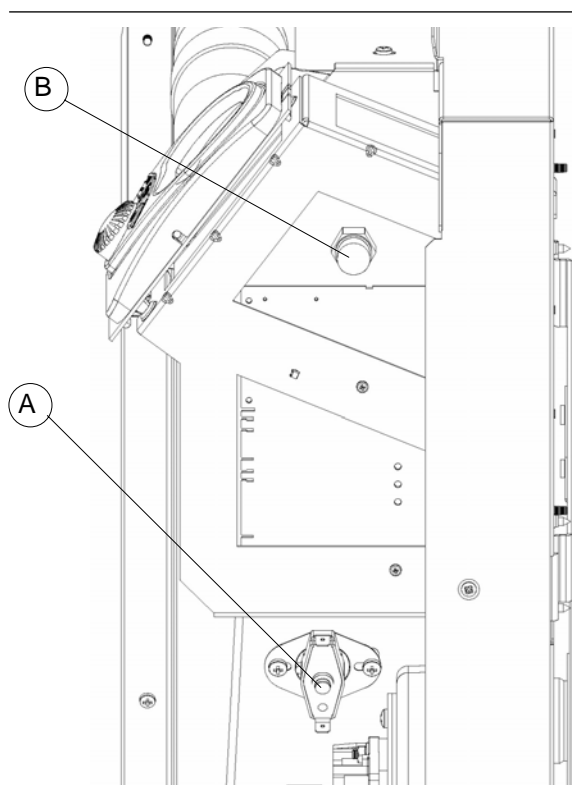

Abbildung 18 –Sicherheits- und Vorbegrenzungsthermostat
Sobald die Temperatur des Wärmetauschers sinkt, kehrt der Heizkörper automatisch zum Normalbetrieb zurück. Falls die durch die Abdeckung des Gitters verursachte Überhitzung anhält, schaltet der Vorbegrenzungsthermostat (Detail B in Abbildung 18) den Heizkörper ab und am Display wird der Fehler E010 angezeigt, der nach Sinken der Wärmetauschertemperatur automatisch rückgesetzt wird.
D) **Bei anhaltender Überhitzung:** wenn während des Betriebs des Heizkörpers der Ventilator stoppt, spricht der Sicherheitsthermostat an, der die Stromversorgung des Magnetventils abschaltet und die Gaszufuhr zum Brenner unterbricht (am Display wird der Fehler r002 angezeigt). Zur Wiederherstellung des Betriebs etwa zehn Minuten warten, bis die Temperatur sinkt, **die Stromversorgung des Heizkörpers trennen**, die Verkleidung abnehmen und den Heizkörper durch Drücken der Reset-Taste am Sicherheitsthermostat innerhalb des Heizkörpers rücksetzen (siehe Detail A in Abbildung 18). Danach den Heizkörper durch Drücken der Taste C  rücksetzen. Sollte sich das wiederholen verständigen Sie den Kundendienst.